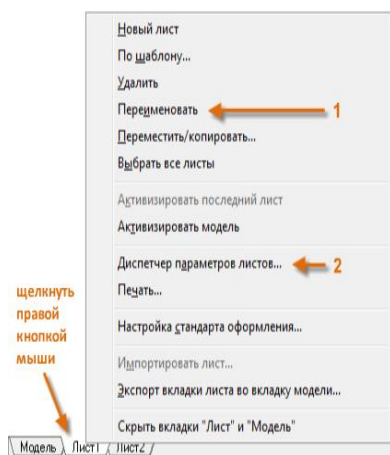

Рисунок 9.11 – Властивості аркуша
Задайте ім'я аркуша (1) та відкрийте **Диспетчер параметрів листа** (2) (рис. 9.11).